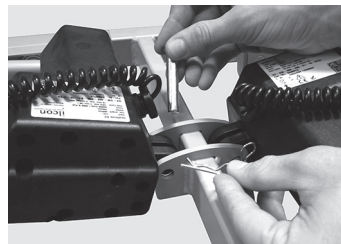

Abb. 3
4. Hubmotor einhängen, Bolzen einschieben und mit Sicherungssplint absichern (Abb. 3 und 4)